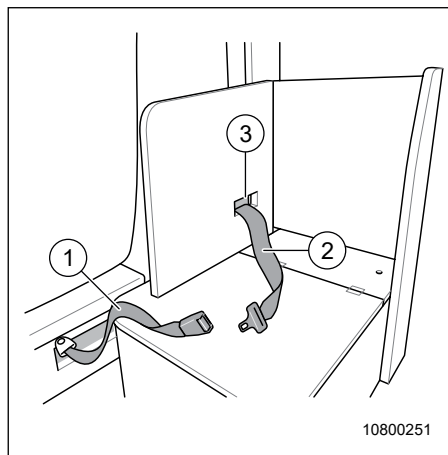
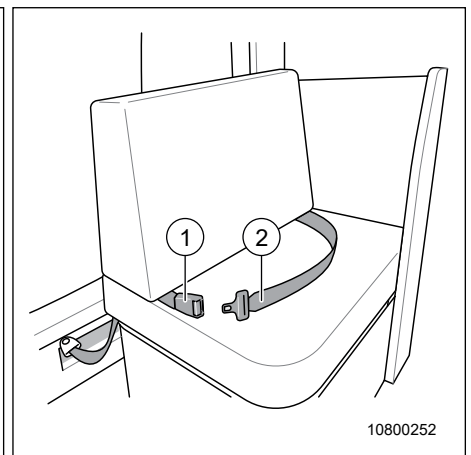

Fig. 22 Transformation 5. Ceintures du siège
Fig. 23 Transformation 5. Siège, coussin supplémentaire
6. Tirer la ceinture de sécurité avec le verrou plat (Fig. 22 et Fig. 23, Pos. 2) par l'ouverture (Fig. 22, Pos. 3) dans le dossier d'arrière en avant.
7. Tirer la ceinture de sécurité avec la boucle de fermeture (Fig. 22 et Fig. 23, Pos. 1) depuis sous le siège du passager.
8. Positionner le coussin d'appoint comme représenté (Fig. 23) sur la banquette.